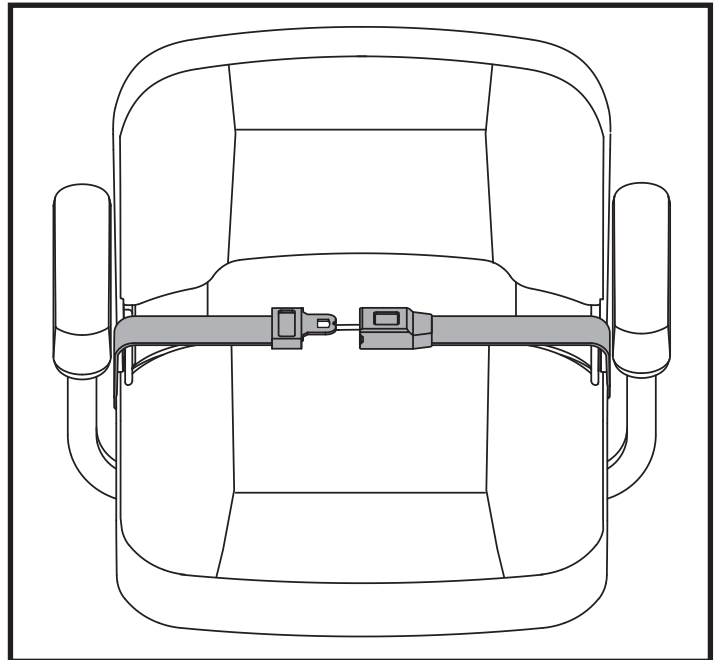

Figure 22. Ceinture de positionnement—De type attache en métal
1. Insérez l'onglet de la ceinture côté droit dans la boucle de ceinture côté gauche jusqu'à ce que vous entendiez le «clic». **Voir la figure 22.**